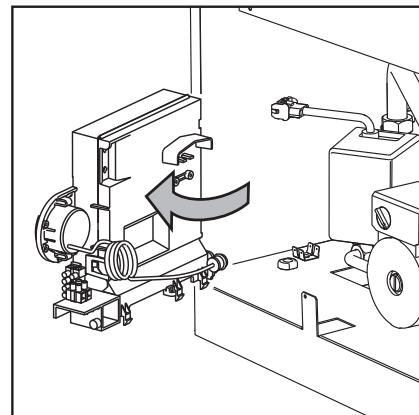

fig. 23
2. Dévisser la vis et tourner le tableau de commandes (voir fig. 23).